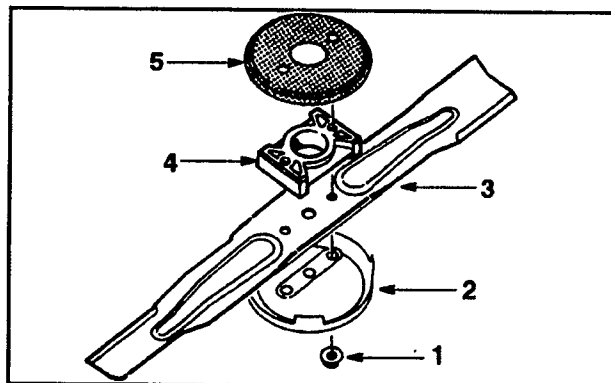

Figure 25
5. **DÉPOSE DE LA LAME** – Saissez l'extrémité de la lame en vous servant d'un chiffon ou d'un gant bien rembourré. Retirez les écrous de lame, la coupelle anti-débris, la lame, l'entretoise de lame et le filtre rotatif (fig. 25).